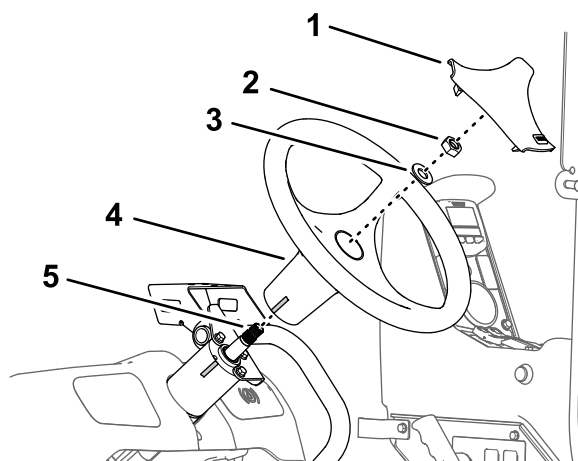

图163
1. 将方向盘上的胶带标记与转向阀壳体上的胶带标记对齐图163。
2. 使用在拆卸方向盘(页码60)的步骤3中卸下的垫圈5/8英寸和螺母5/8英寸将方向盘安装到转向阀的轴上图163。